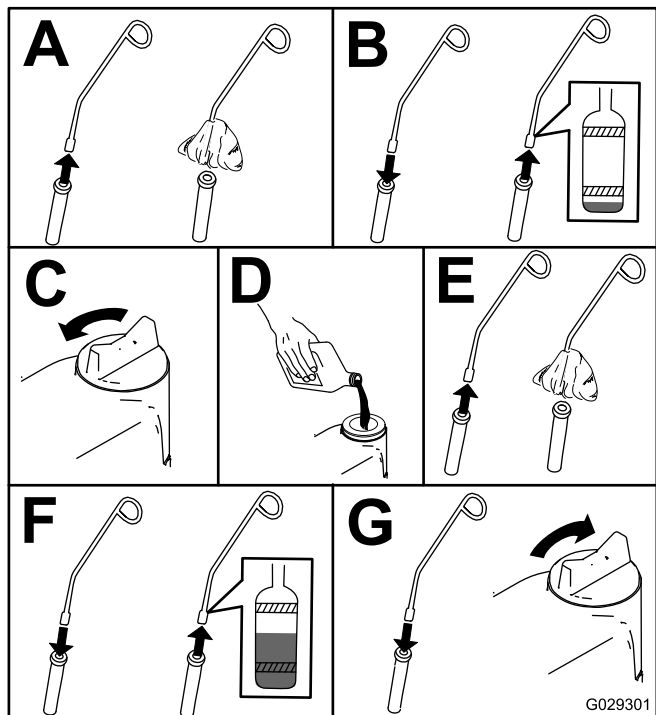

Figura 85
5. Compruebe el nivel de aceite del motor, según se muestra en Figura 85.